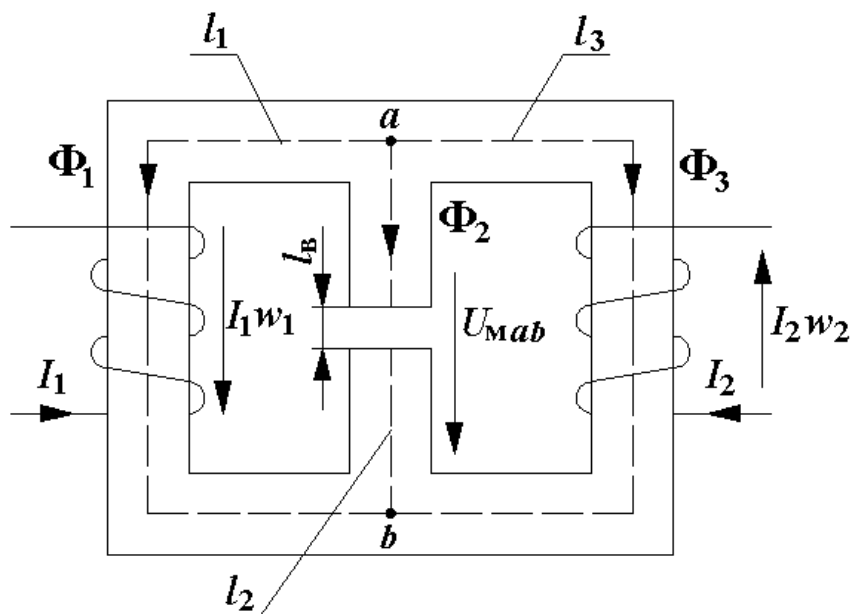

Рис. 4.1
4.3.1. Определить магнитные потоки в ветвях магнитной цепи (рис. 4.1), материал магнитопровода – сталь 1512.
2. Задаемся положительным направлением магнитного напряжения между двумя узлами и положительным направлением магнитных потоков (рис. 4.1).